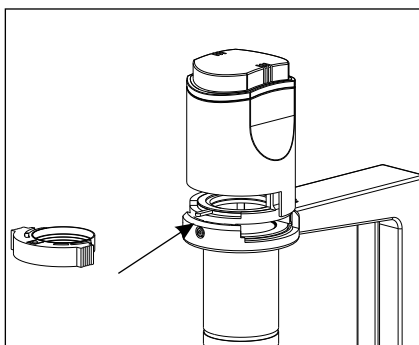

Fig. 8
2. Il filtro è Blue luoghi nel filtro titolare cartuccia. La cartuccia può essere facilmente montato in casa la lampada. Tenere la cartuccia con il dito indice e pollice e farlo scorrere all'interno. vedi fig.8